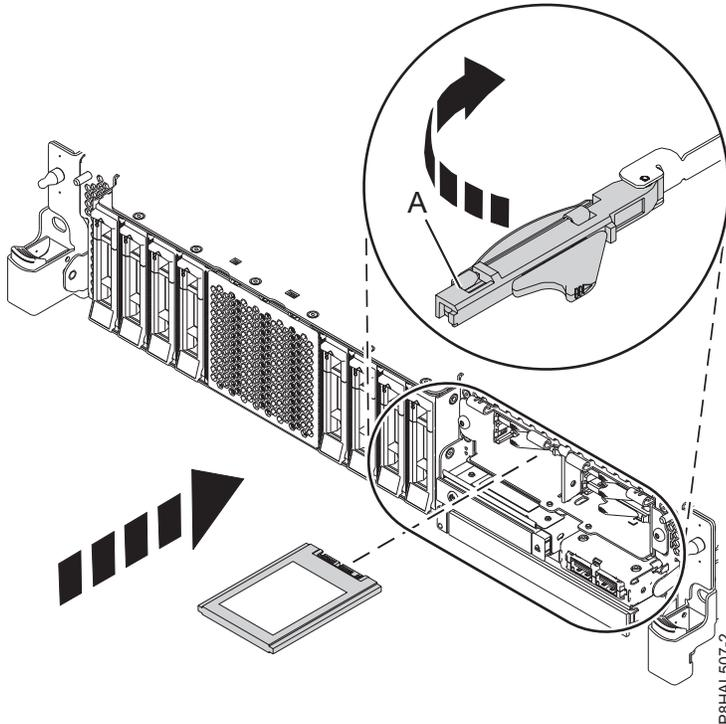

Figura 56. Sustitución de una SSD en un sistema de función ampliada
12. Con el asa de la bahía de unidad SSD (A) en la posición de desbloqueo, tire de la palanca hacia afuera para acceder a los rieles de guía de la ranura de SSD. Sostenga la SSD por la parte inferior mientras la alinea con los rieles de guía de la ranura de SSD. Consulte la Figura 56 en la página 60.
16. Bloquee la unidad girando el asa de la bahía (A) en la dirección que se muestra en la Figura 56 en la página 60.